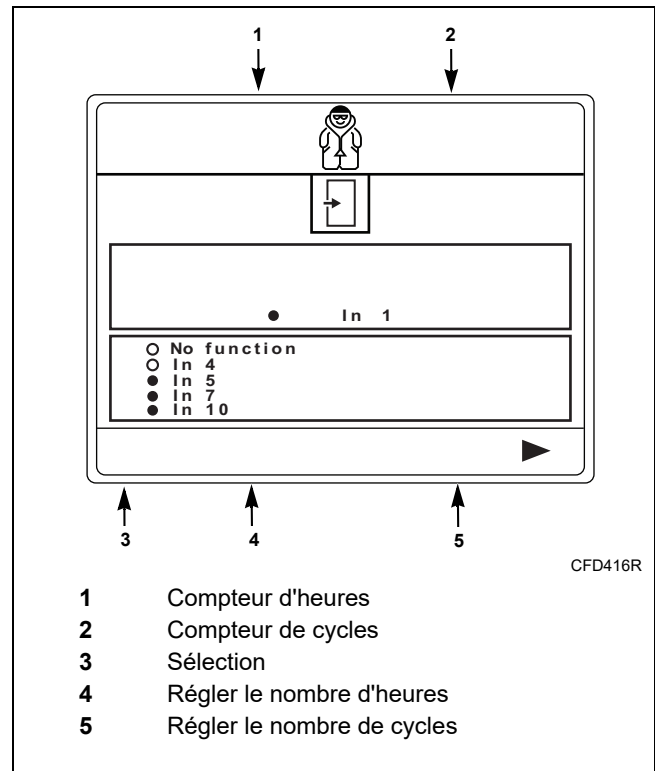

Figure 72
1. Appuyer sur les touches sous l'icône Sélection pour activer l'un ou l'autre des compteurs. Se reporter à la *Figure 72*.
2. Appuyez sur la touche sous l'icône Set Hours [régler le nombre d'heures] pour définir le nombre d'heures de service après lequel l'avertissement d'entretien est généré. Se reporter à la *Figure 72*.
Appuyez sur la touche sous l'icône Set Cycles [régler le nombre de cycles] pour définir le nombre de cycles de service après lequel l'avertissement d'entretien est généré. Se reporter à la *Figure 72*.